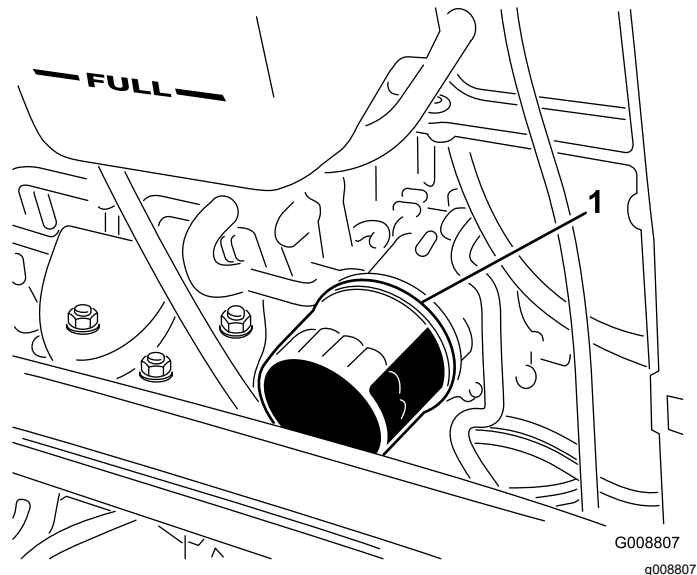

Figura 92
4. Retire o filtro do óleo (Figura 92).